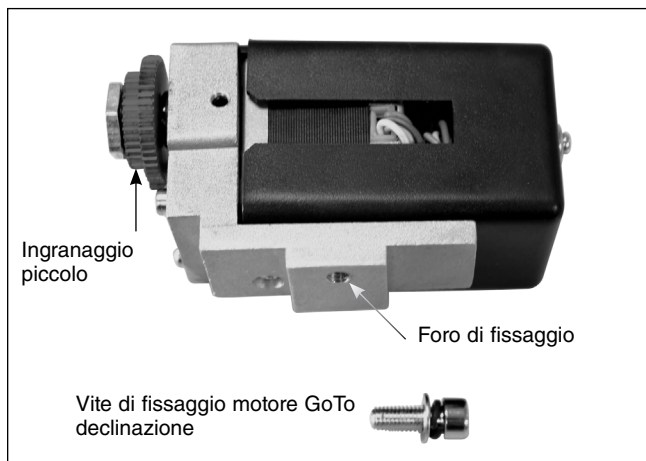
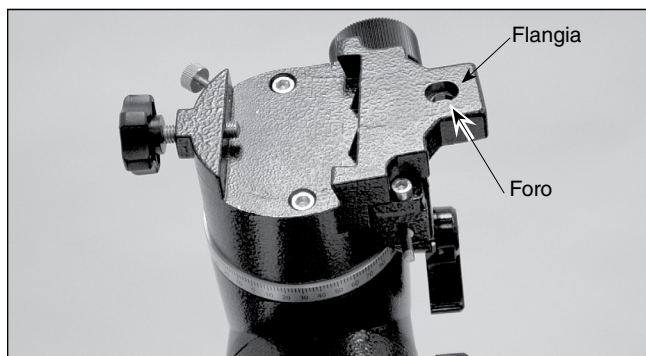
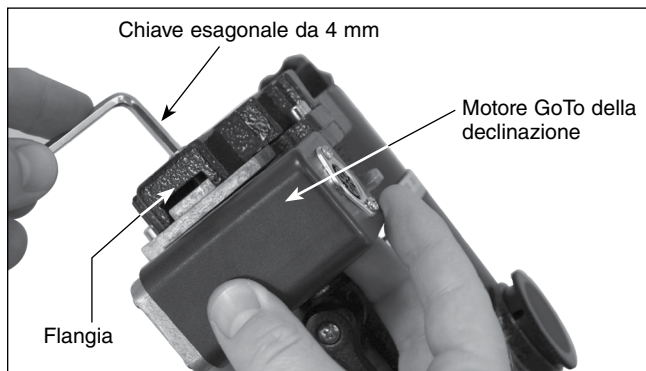

Figura 9. Gruppo del motore GoTo della declinazione
Figura 10. Posizione della flangia sulla montatura
Figura 11. Fissaggio del motore GoTo della declinazione
- È possibile identificare il gruppo motore GoTo della declinazione dal corpo nero e rettangolare (**Figura 9**). Il gruppo motore è fissato alla montatura equatoriale tramite la vite di fissaggio del motore GoTo della declinazione che passa attraverso il foro della flangia nella parte superiore della montatura equatoriale (**Figura 10**). Il gruppo motore deve essere fissato in modo che sia orientato come mostrato in **Figura 11**. Tenere il gruppo motore in modo che le linee del foro filettato siano allineate con il foro nella parte superiore della montatura. Posizionare la rondella di sicurezza, quindi una rondella piana sulla vite di fissaggio del motore GoTo della declinazione. Utilizzare la chiave esagonale da 4 mm per avvitare la vite di fissaggio nel foro relativo del gruppo motore fino a fissarla, ma non stringere eccessivamente.